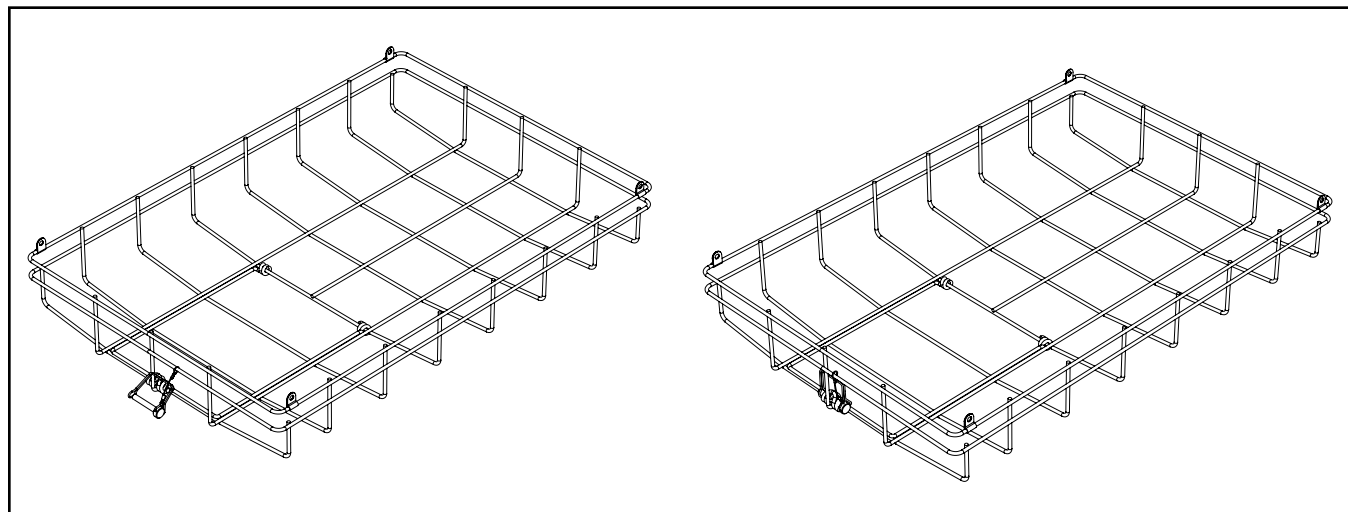

Figure 3.
3. Avec la porte du capteur en position fermée, insérez l'axe à travers le morillon et l'agrafe, puis verrouillez l'axe en replaçant l'attache-câble en position verrouillée. (Figure 3)